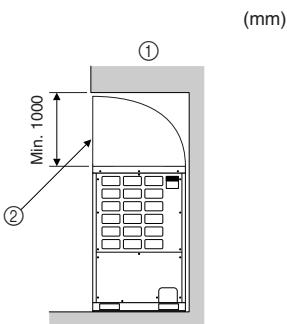
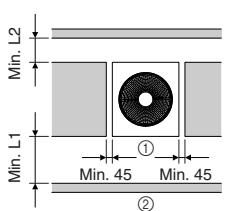

Fig. 2-5
Fig. 2-6
① Ünite ile engel arasında az bir mesafe varsa (Fig. 2-5)
② Çıkış fanı kılavuzu temin edin. (Yerel olarak satın alın.)
(3) Gelen hava sağ ve sol yanlardan girerse (Fig. 2-6)